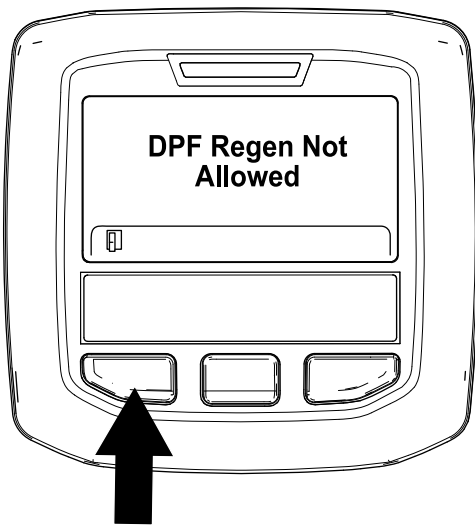

Figura 38
- Se o processo de regeneração não for permitido pelo computador do motor, surge a mensagem “DPF Regen Not Allowed” (Regen. do DPF não autorizada) no InfoCenter (Figura 38). Prima o botão esquerdo para sair para o ecrã inicial.